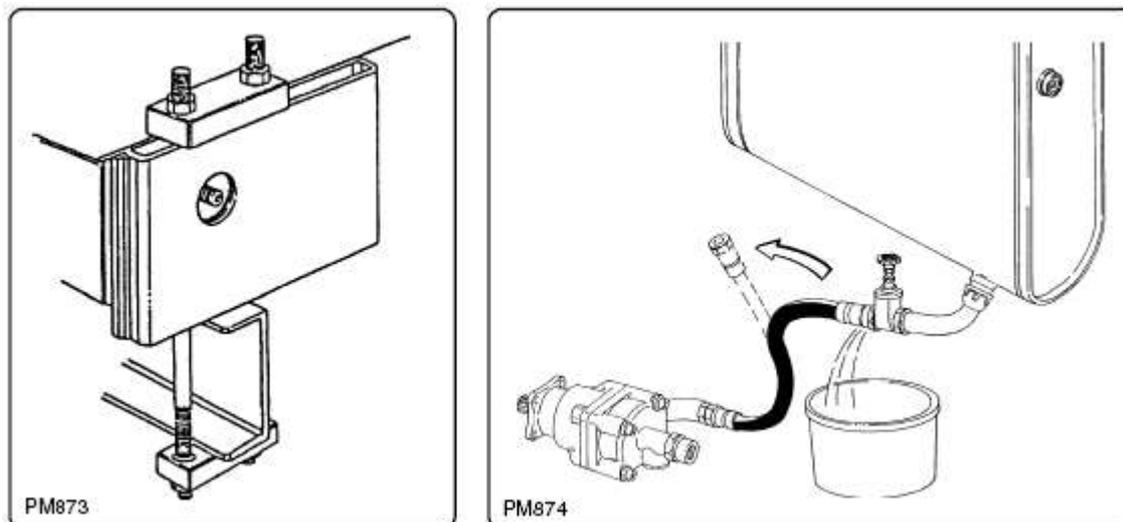

Рис. 8.8.1
8.9 – Проверка наличия воды в гидросистеме (рис. 8.8.1)